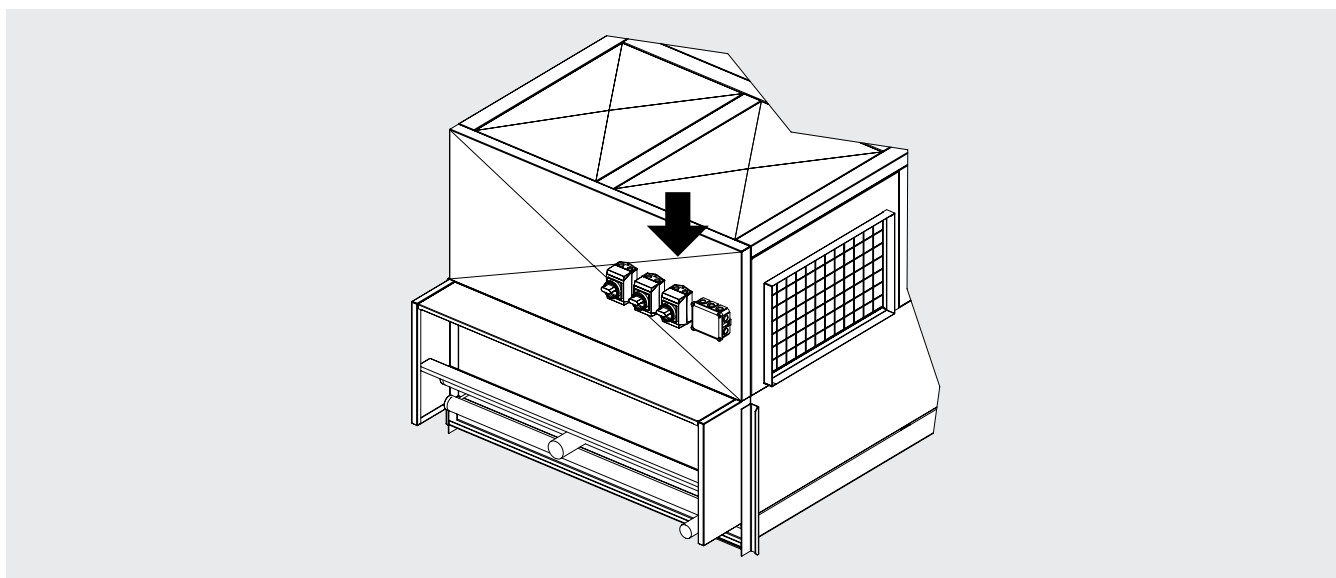

Figure 11
- 9.7 La boîte de dérivation et les interrupteurs éventuellement présents pour chaque ventilateur, sont positionnés sur la façade du modèle. Voir Figure 11.